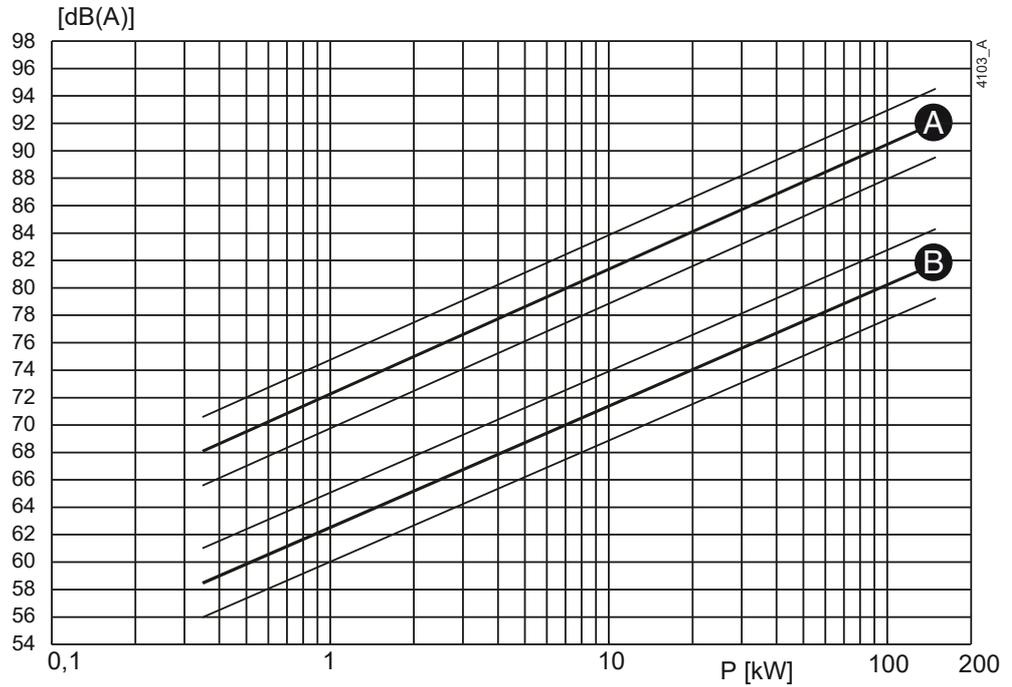
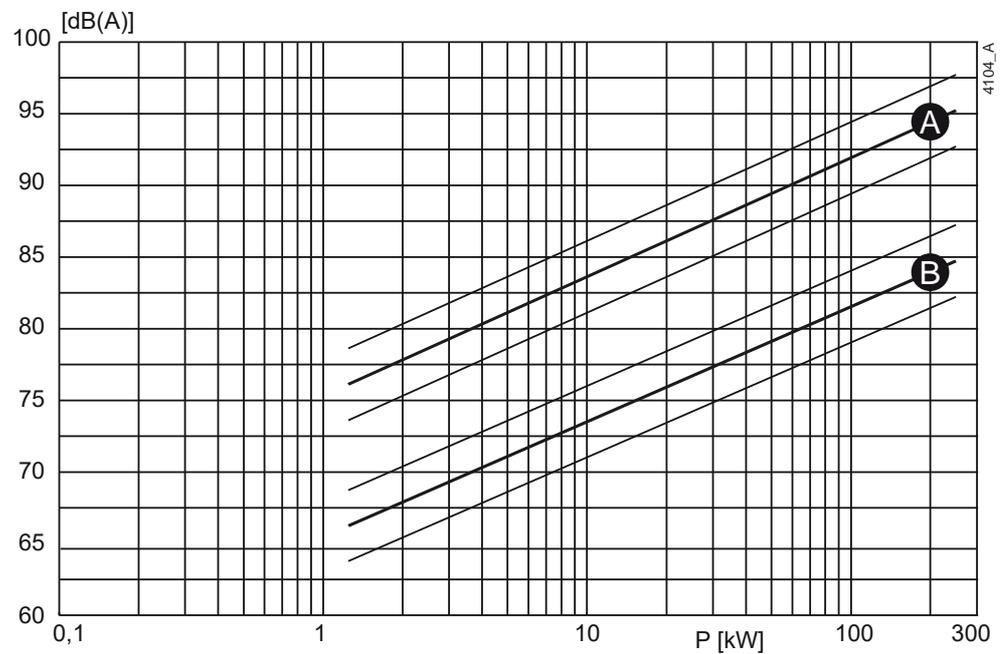

Figura 60: Nível de ruído em função da potência da bomba [kW] a 1450 min-1
Figura 61: Nível de ruído em função da potência da bomba [kW] a 2900 min-1
- 1 Determine o nível de ruído ( $L1$ ) da bomba, consulte a figura 60 ou a figura 61.